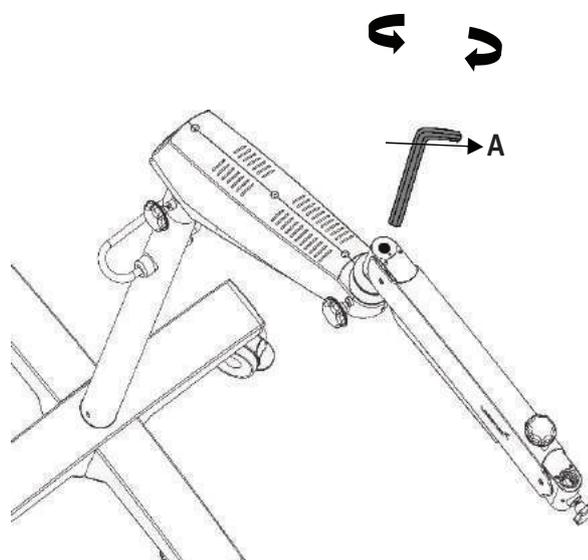

Fig. 23
a. Utiliser une clé Allen de 8 mm pour la vis (A) Fig. 23. Tourner dans le sens horaire pour augmenter la tension comme souhaité. Tourner dans le sens anti-horaire pour diminuer la tension désirée.